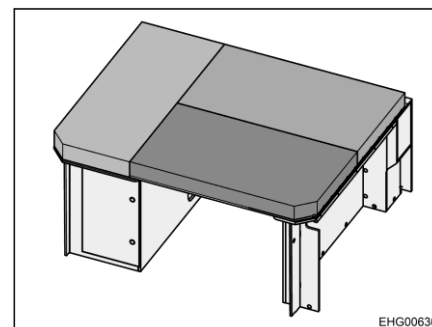

Fig. 32 Letto in coda (preparato come zona notte)
- Distribuire i cuscini, come illustrato nella Fig. 32, sulla superficie utile.